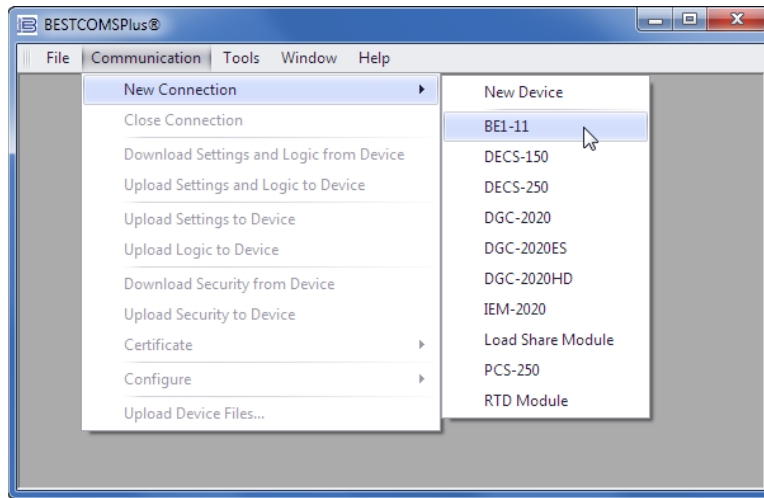

Figure 5. Menu déroulant Communication
La fenêtre de la plate-forme BESTCOMSPPlus s'ouvre. Sélectionnez Nouvelle connexion (New Connection) dans le menu déroulant Communication, puis cliquez sur BE1-11. Reportez-vous à la Figure 5. Le module d'extension BE1-11 est activé automatiquement après la connexion à un système BE1-11.
- Step 1: Démarrez BESTCOMSPi^{us} et sélectionnez Nouvelle connexion (New Connection), puis BE1-11 dans le menu déroulant Communication pour vous connecter au BE1-11. Reportez-vous à la Figure 5.